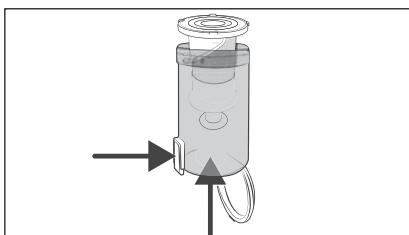

Fig. 23
- Para retirar el filtro de acero inoxidable 6 del depósito de suciedad 7, pulse el botón de desencastré de la tapa del depósito de suciedad 8. Tras esto, retire el filtro de acero inoxidable 6 del depósito de suciedad 7 deslizándolo desde abajo (consulte la fig. 23).